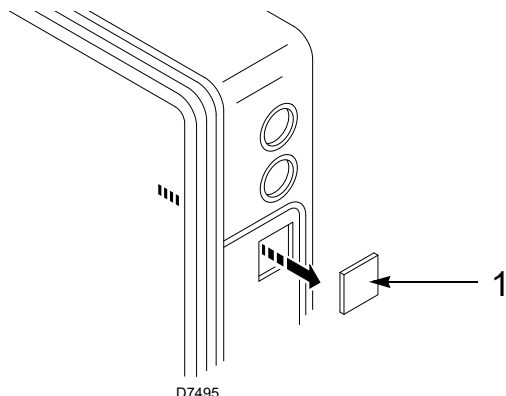

Fig. 1
- Enlever le rectangle prédécoupé 1)(Fig. 1), qui se trouve à l'arrière du brûleur en faisant attention au fruit XP2 situé à l'intérieur.